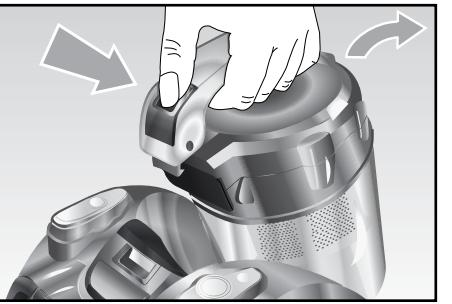

Fig. 10
- Pulire il filtro sotto l'acqua fredda e farlo asciugare (Fig. 10).